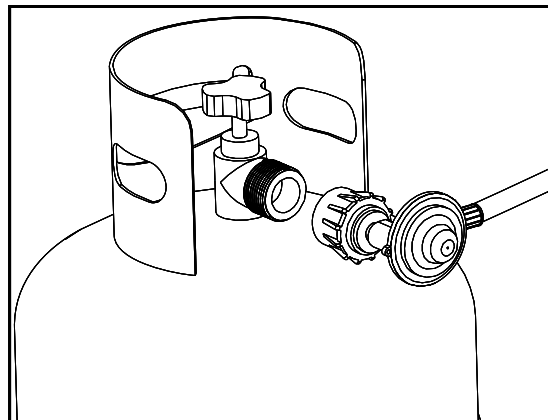

FIG. 1
4. Indsæt gasflaskeventilen i regulatorventilens gevindåbning. Drej med uret, indtil den sidder fast. Stram kun med håndkraft. **Fig 1.**